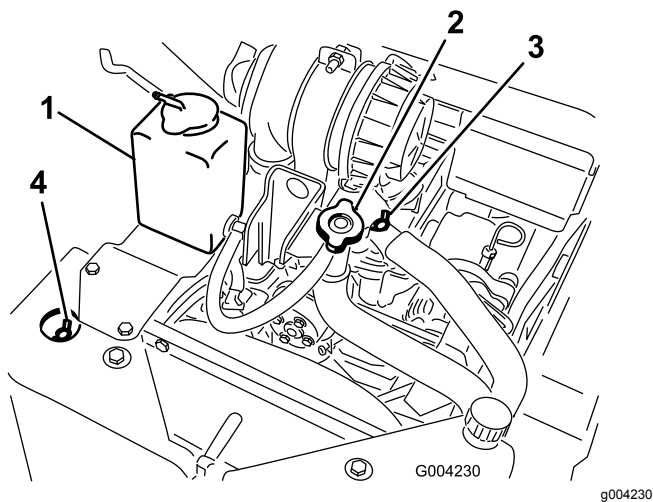

Figure 51
A. Enlevez le bouchon de remplissage de liquide de refroidissement (Figure 51).
- B. Ouvrez les vannes de purge de liquide de refroidissement avant et supérieure (Figure 51).
- C. Versez du liquide de refroidissement dans le goulot de remplissage jusqu'à ce qu'il commence à sortir par la vanne de purge avant (Figure 51).
- D. Fermez la vanne de purge avant (Figure 51).
- E. Versez du liquide de refroidissement dans le goulot de remplissage jusqu'à ce qu'il commence à sortir par la vanne de purge supérieure (Figure 51).
- F. Fermez la vanne de purge supérieure (Figure 51).
- G. Versez du liquide de refroidissement dans le goulot de remplissage jusqu'à ce qu'il monte dans le goulot (Figure 51).
- H. Remettez le bouchon de remplissage de liquide de refroidissement en place (Figure 51).